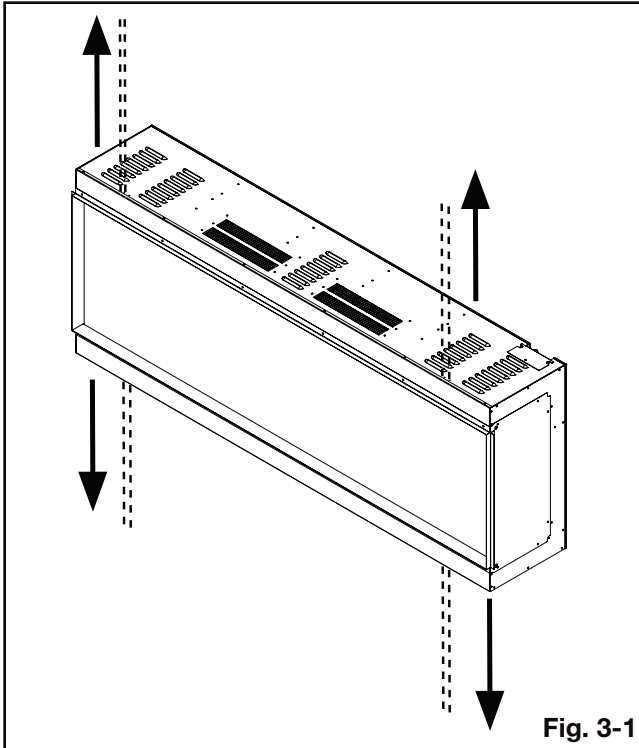

Fig. 3-1
1. Retirez les 8 vis et rondelles du dessus et dessous de l'appareil (**Fig. 3-1**).